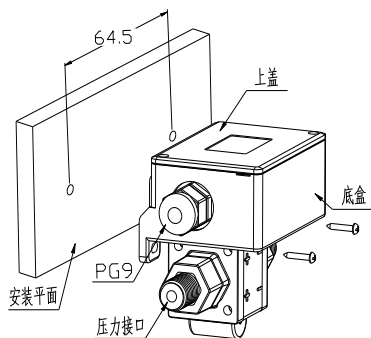
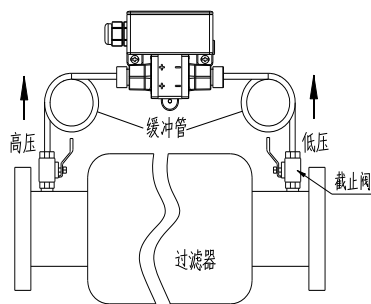
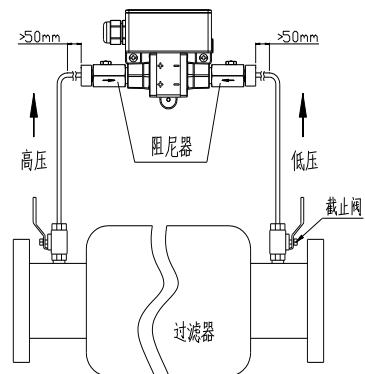

图 1
图 2
图 3
- A. 缓冲管：其可平缓压力波动并降低介质温度，当系统介质温度高于 60℃ 时必须选用，安装方式如图 2。
- B. 阻尼器：降低介质的瞬间压力脉冲或水锤等破坏，阻尼可调，安装方式如图 3。
(2) 液体压差开关应与管道平行安装，如图 2 和 3，可在高压端和低压端串联截止阀，方便调试安装或维护过程中随时关断，可以防止非正常应用状态下过大压力对开关的破坏，也方便了开关维护和调试。
1. 安装方式有二种：(1)安装平面固定方式，如图 1，开关固定安装在安装平面上，可采用软管做压力连接；(2) 管道固定形式，如图 2 和图 3，压差开关完全依靠硬质管道同时实现固定和压力连接。为确保压差开关工作状态最佳，连接管的弯管距缓冲元件接口应大于 50mm。